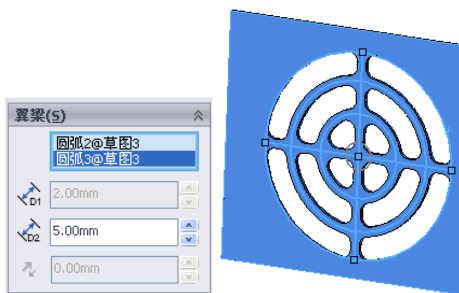

图 10-63 选择翼梁草图
(5) 在“翼梁”下拉列表框中选择通风口草图中的两个同心圆作为翼梁轮廓, 在“翼梁宽度”输入栏中输入数值“5”, 如图 10-63 所示。